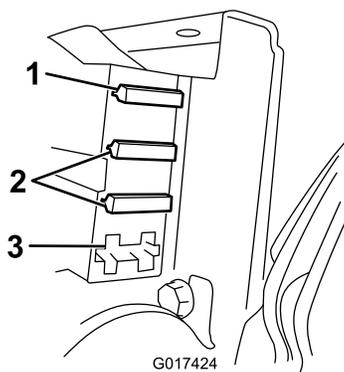

Figure 36
3. Vérifiez les fusibles dans le porte-fusibles (Figure 36).
- Si l'un des fusibles a grillé, remplacez-le par un fusible de tension et d'intensité adéquates (Figure 36).